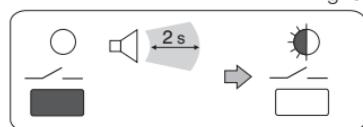

Fig. 6
- Mantenere premuto il **tasto “—”** fino alla emissione di un singolo segnale acustico; quindi rilasciarlo: il **LED** è lampeggiante. Il trasmettitore è abbinato al ricevitore (fig. 6).